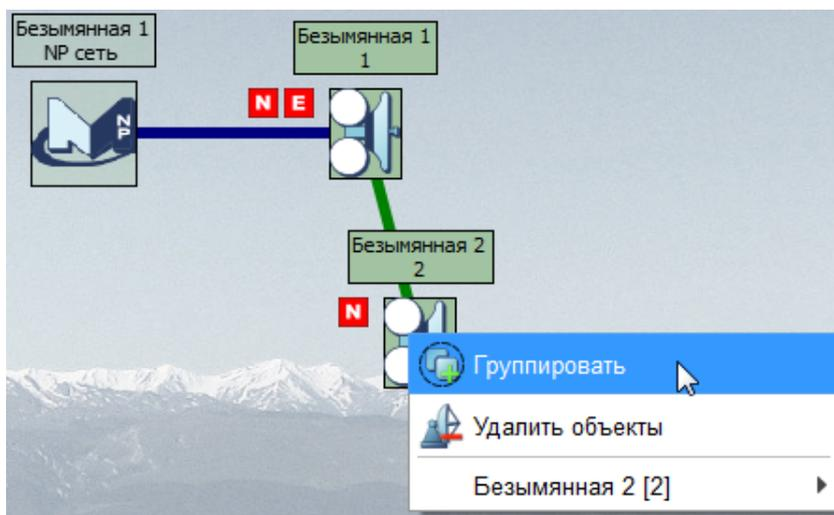
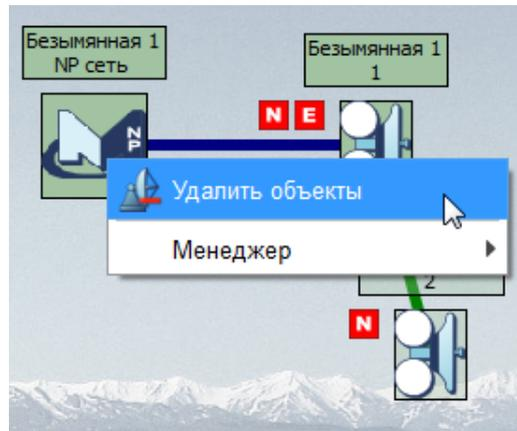

Рис. 73
Рис. 74
6.1.5. Вызов контекстного меню на одном из нескольких выделенных объектов карты не изменит списка выделенных объектов и приведет к вызову комплексного контекстного меню, первая часть которого будет состоять из списка действий, применимых к набору выделенных объектов в целом и будет зависеть от попавших в список объектов карты, как показано на рис. 73 и рис. 74.